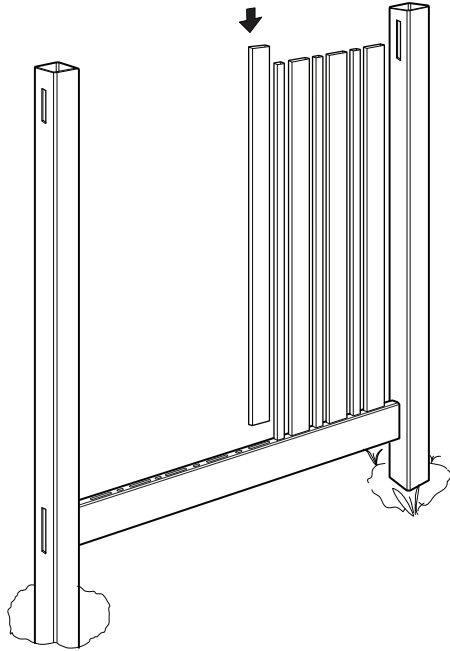

fig. 6
ÉTAPE 4 – Glissez les piquets dans les trous pratiqués dans le rail installé (fig. 6).